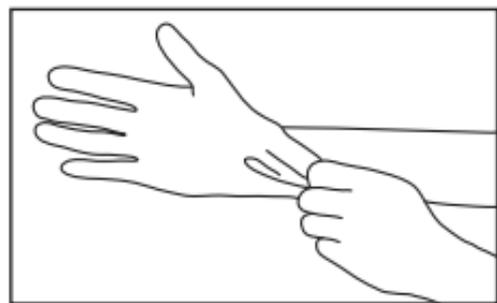

Fig. 8
- 1 Portez toujours des gants, un masque et des lunettes de protection pour des raisons de sécurité et pour réduire le risque d'infection. (Fig. 8)